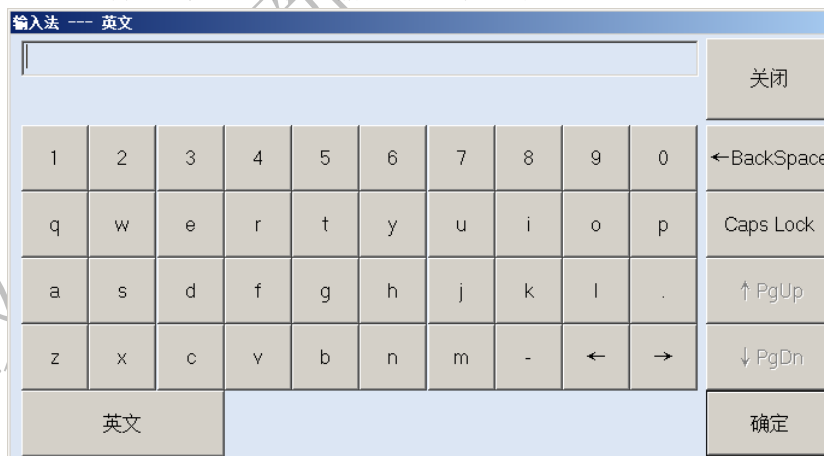

图 11.13
**重命名:** 点击**重命名**按钮, 同时选择重命名文件, 即复制选择文件并重命名保存文件, 弹出文件名输入对话框, 如图 11.13